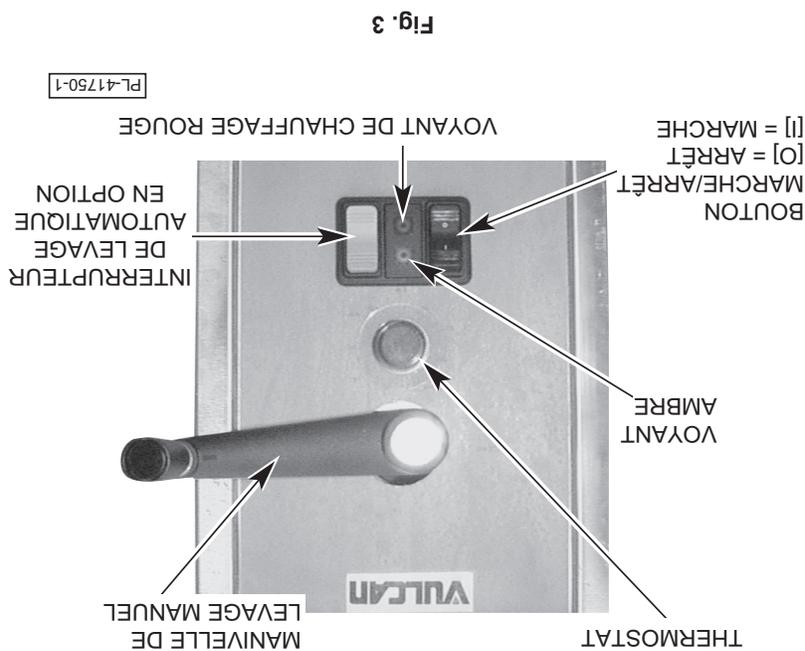

Fig. 3
2. Le levage de la brosserie est contrôlé par l'interrupteur à bascule gris situé sur le panneau de commande (voir fig. 3).
Commandes (voir fig. 3)
BRAISIÈRES À GAZ Commandes (fig. 3)